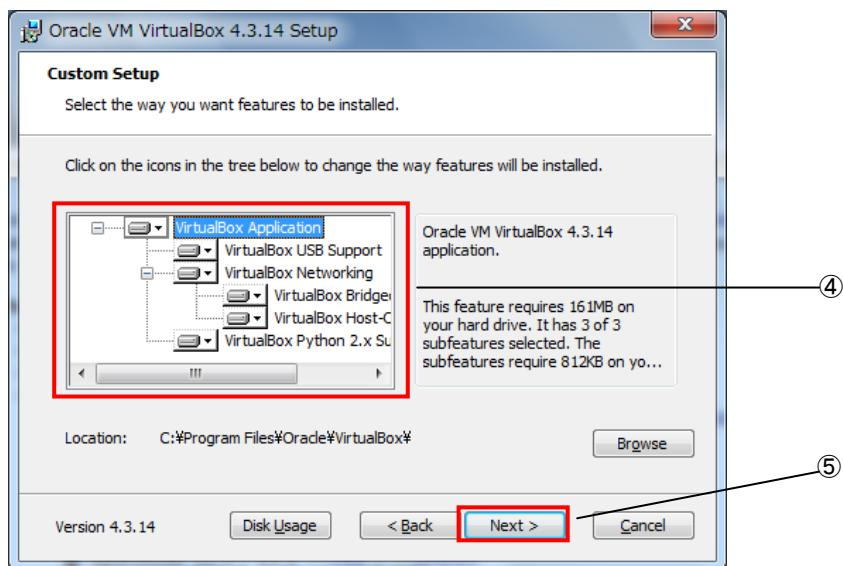

図3-2-3-3. カスタムセットアップ画面
- ⑥ 図3-2-3-4のインストールオプション設定画面に切り替わります。インストールオプションを設定できます。[Next>]をクリックします。